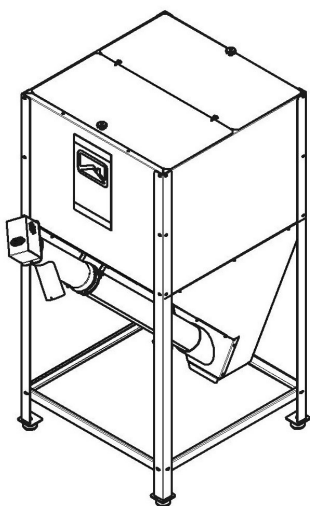

Рисунок 2. Бункер напольный
- Бункер напольный (рисунок 2), располагаемый рядом с котлом